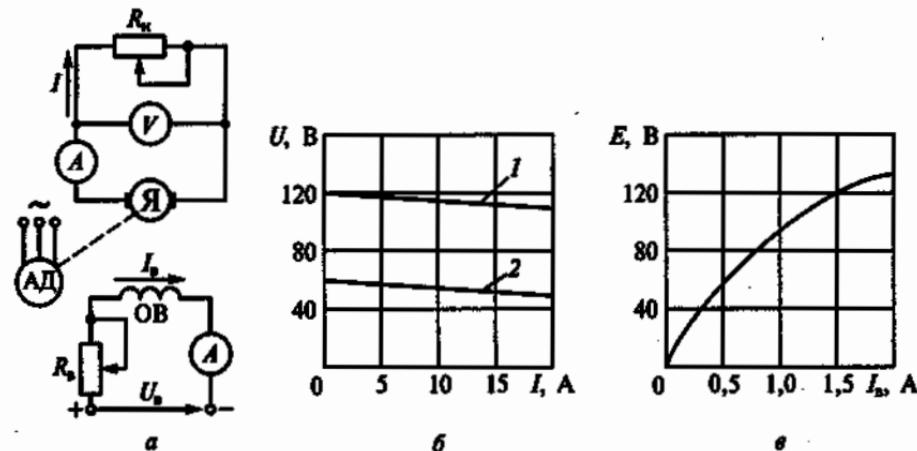

Рис. 243
10.36.Р. Каковы ток возбуждения I_b , сопротивление якоря генератора R_x и сопротивление нагрузки R_h при работе генератора (рис. 243, а) на внешних характеристиках 1 и 2 (рис. 243, б), если в обоих случаях ток нагрузки $I = 20 \text{ А}$? При этом допустить, что скорость генератора не зависит от нагрузки. Характеристика холостого хода генератора приведена на рис. 243, в. (Указать неправильный ответ.)